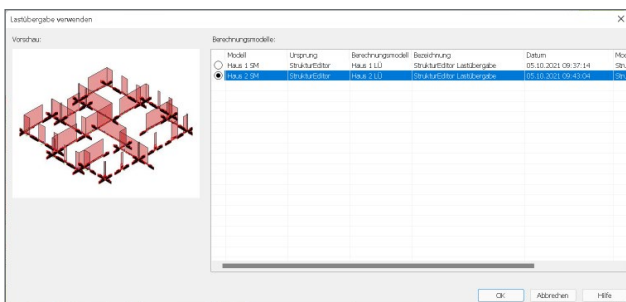

Bild 6. Auswahl der im Projekt freigegeben Lastübergaben
Gestartet wird die Lastübernahme mit der Schaltfläche „Lastübergabe verwenden“ ⑧, aus dem Register „Einwirkungen“. In der Folge erscheinen zwei Dialoge, die zuerst die Auswahl der Lastübernahme (Bild 6) und im Anschluss das gewünschte Geschoss im Ziel-Strukturmodell ermöglichen.
Wie Bild 6 aufzeigt, können in einem StrukturEditor-Modell beliebig viele Lastübergaben verwendet werden. Das Versionsprojekt „Winnender Tor“ zeigt im StrukturEditor-Modell „Garage H1 + 2 SM“ (Bild 1) eine typische Situation aus der Praxis, in der mehrere aufgehende Gebäude auf einer gemeinsamen Tiefgarage gegründet werden.